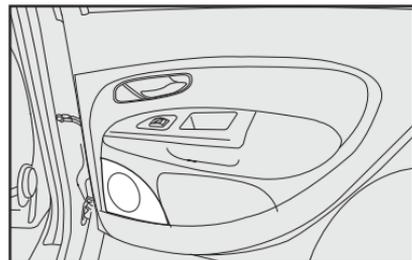

fig. 117
- Altoparlantes traseros **fig. 117**.